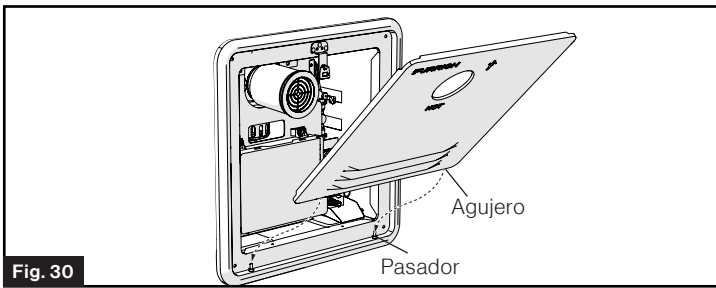

Fig. 30
8. Inserte la puerta en los pasadores en la parte inferior del calentador de agua. (Fig. 30)